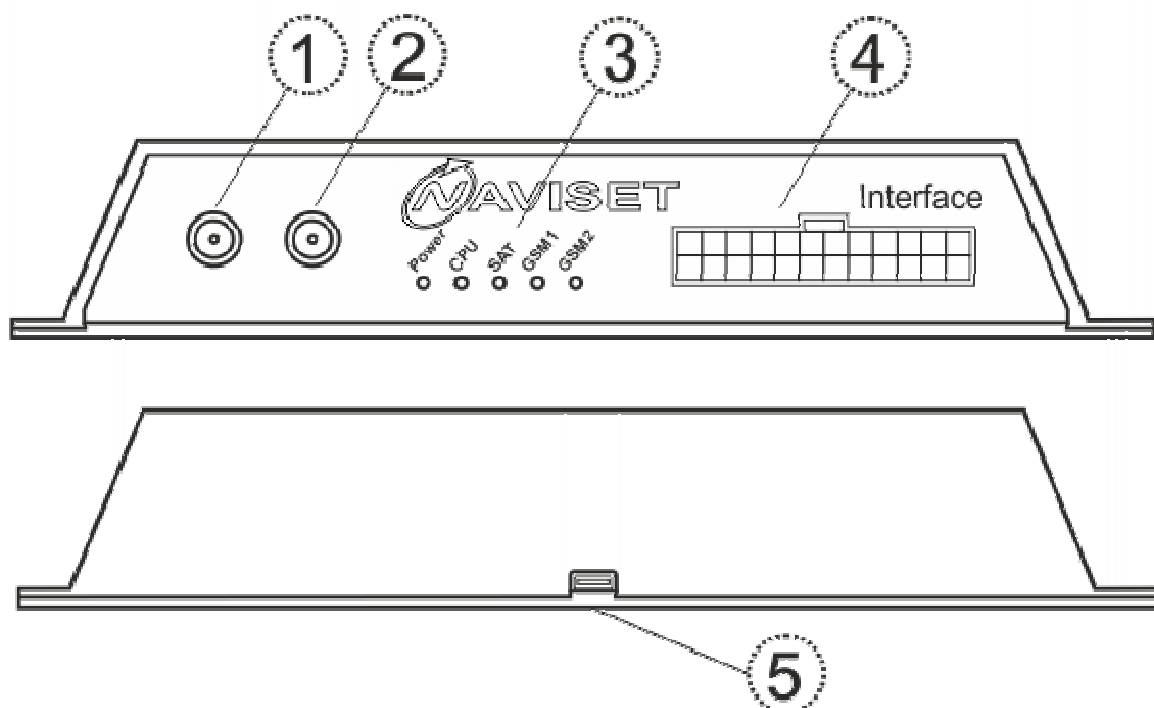

Рисунок 1 – Описание интерфейсов
На лицевой стороне устройства (Рис.1)
Подключение питания, датчиков и прочей периферии осуществляется через интерфейсный разъем (4) Рисунок 1. Для этого используется ответная часть разъема с подключенными к нужным контактам проводами.